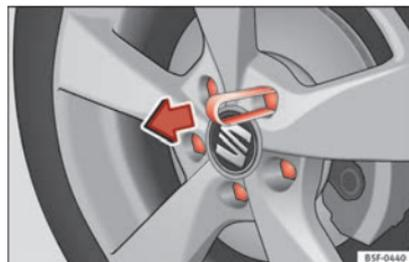

Fig. 70 Rueda: tornillos de la rueda con capuchones.
- Encaje la pinza de plástico (herramienta de a bordo) sobre el capuchón hasta que encastre » **fig. 70**.